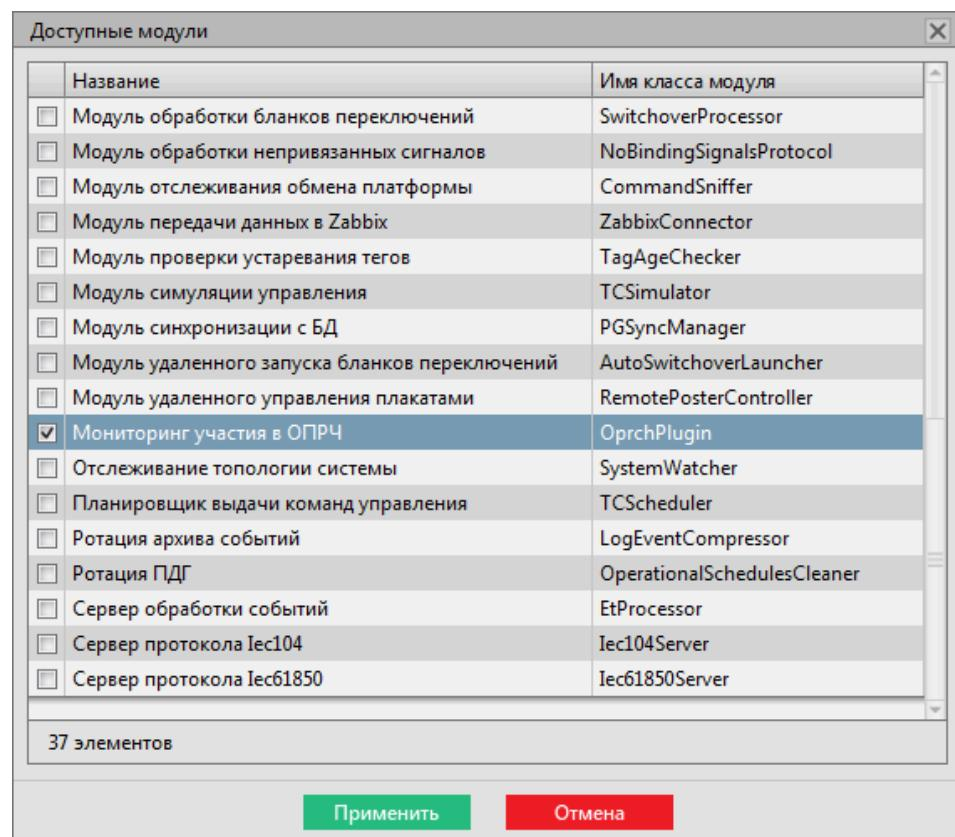

Рисунок 172 - Добавление модуля «Мониторинг участия в ОПРЧ»
10. На этой же вкладке добавьте модуль **Мониторинг участия в ОПРЧ** в сервисный узел(ы) (*Redkit_System_Service* или *Redkit_Master* и *Redkit_Slave*, в зависимости от типа конфигурации) (Рисунок 172).